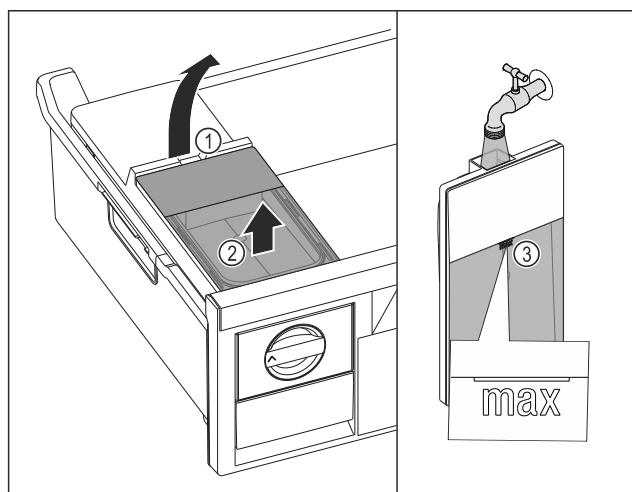

Fig. 76
- Nádržku na vodu nadvihnite za vybranie Fig. 76 (1).
► Nádržku na vodu odoberte nahor. Fig. 76 (2)
► Nádržku na vodu naplňte pitnou vodou po značke Fig. 76 (3).